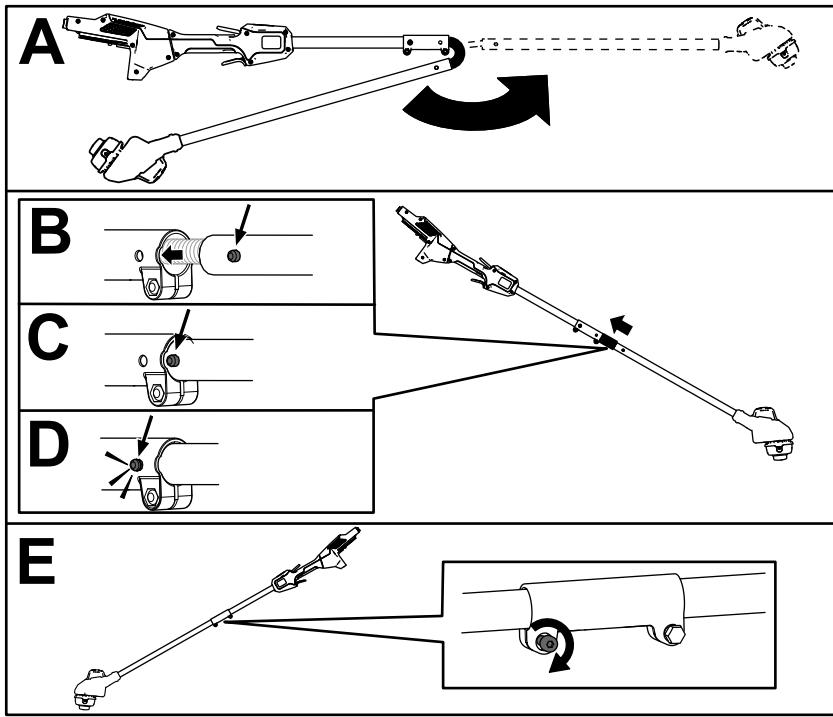

Figure 3
1. Dépliez le manche (A de la Figure 3).
2. Placez le bouton de verrouillage situé sur la moitié inférieure du manche en face du trou situé sur la moitié supérieure, et emboîtez-les 2 moitiés ensemble (B et C de la Figure 3).
- Remarque:** Le bouton de verrouillage s'enclenche dans le trou quand les deux moitiés du manche sont correctement emboîtées (D de la Figure 3).
3. À l'aide de la clé Allen fournie, serrez la vis sur le connecteur du manche jusqu'à ce qu'il soit bien fixé (E de la Figure 3).